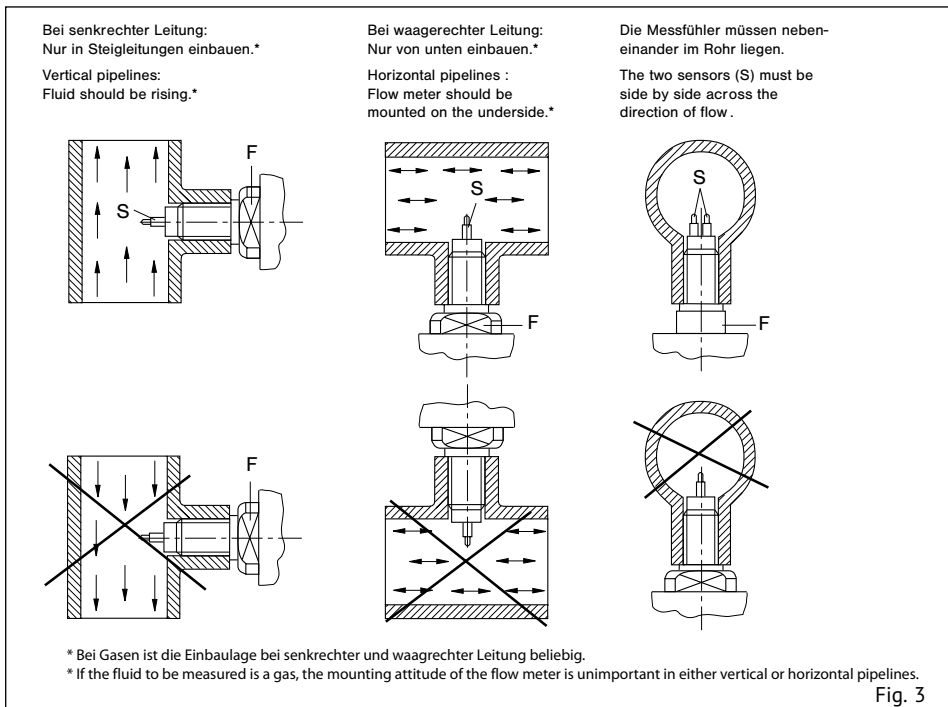
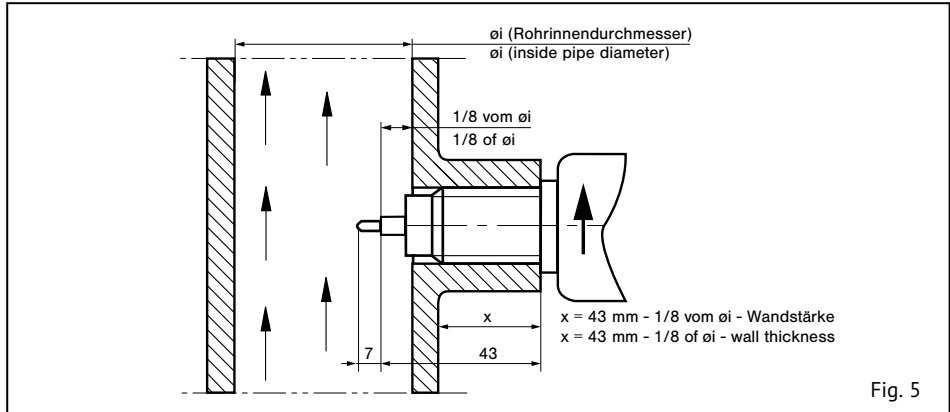

Fig. 3
Fig. 5
- 2 Den Einbauort wie folgt wählen (siehe Fig. 3):
- 2 The flow meter should be installed in the pipe in accordance with the following conditions (see fig. 3):
Die beiden Messfühler (S) müssen im eingebauten Zustand nebeneinander im Strömungsmedium liegen. Dies ist der Fall, wenn die Schlüsselansatzflächen (F) parallel zur Rohrleitung stehen (siehe Fig. 3). Bis 56 mm Rohrinne Durchmesser sollte der Einschraubstutzen bündig mit der Rohrinne wand sein. Größer 56 mm Rohrinne Durchmesser sollte die Fühlermitte (schräger Absatz) auf 1/8 des Rohrinne Durchmessers eingeschraubt werden. Der Pfeil (Laserbeschriftung) an der Seite des Gehäuses muss in Strömungsrichtung zeigen (siehe Fig. 5).
The two sensors (S) of the flow meter must be aligned side by side directly across the direction of flow. The sensors are correctly positioned when the wrench flats (F) are aligned parallel with the pipe (see fig. 3). For inside pipe diameters up to 56 mm (2.2 in) the shaft end should be in line with the inner pipe wall. For inside pipe diameters above 56 mm (2.2 in) the shoulder of the two sensors (7 mm (0.28 in) from the tip) should be positioned at 1/8 of inside pipe diameter $\varnothing i$. The arrow (laser marking) at the side of the housing must show in direction of flow (see fig. 5).
Die beiden Messfühler (S) müssen im eingebauten Zustand nebeneinander im Strömungsmedium liegen. Dies ist der Fall, wenn die Schlüsselansatzflächen (F) parallel zur Rohrleitung stehen (siehe Fig. 3). Die Fühlermitte (schräger Absatz) sollte bei $1/8$ des Rohrinneendurchmessers positioniert werden. Der Pfeil (Laserbeschriftung) an der Seite des Gehäuses muss in Strömungsrichtung zeigen (siehe Fig. 7).
The two sensors (S) on the flow meter must be aligned side by side directly across the direction of flow. The sensors are correctly positioned when the wrench flats (F) are aligned parallel with the pipe (see fig. 3). The shoulder of the two sensors (7 mm (0.28 in) from the tip) should be positioned at $1/8$ of inside pipe diameter $\varnothing i$. The arrow (laser marking) at the side of the housing must show in direction of flow (see fig. 7).